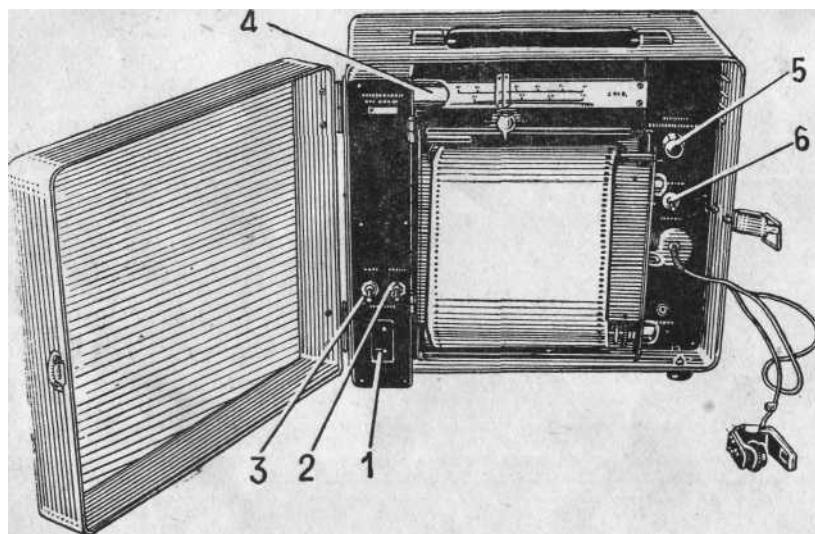

Рис. 1. Общий вид оксигемографа 036М с открытой крышкой
Количество оксигемоглобина указывает насколько полно совершается в легких насыщение крови кислородом (оксигенация крови). Общий вид прибора показан на рис. 1.
5. Подать напряжение на прибор, для чего необходимо шнур, прилагаемый к прибору, одним концом вставить в гнездо / (рис. 1) сетевого питания, находящееся в левой части прибора, а другим концом — в сеть.
8. Включить тумблер «сеть» *3* (рис. 1), расположенный над гнездом сетевого питания; при этом должна загореться сигнальная лампа *4*, служащая для подсвета шкалы.